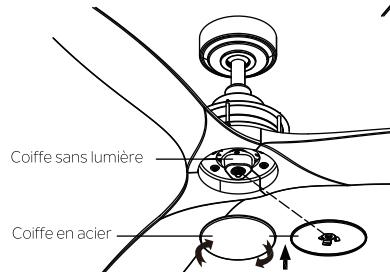

Fig. 20
**Étape 3.** Assemblez la coiffe en acier à la coiffe sans lumière en la tournant dans le sens horaire. (Fig.20 )